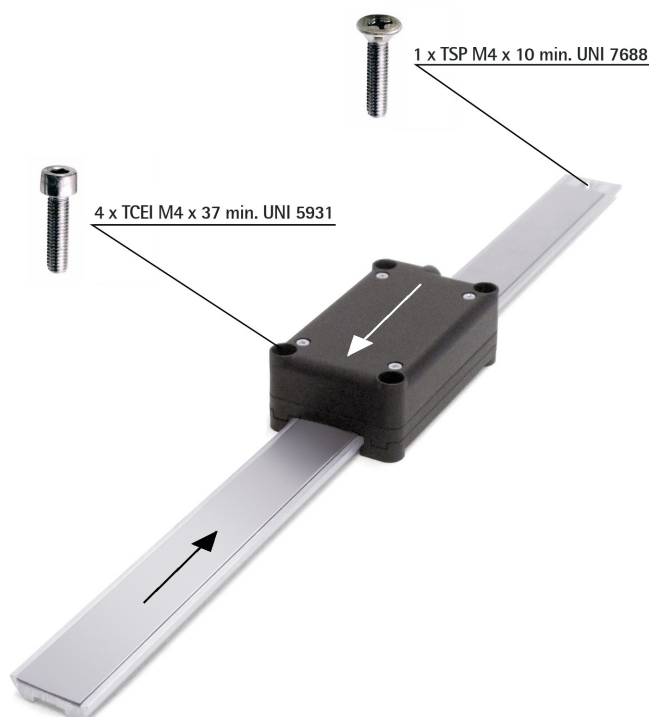

Figura 2
3.3 Sensore (Figura 2)
3.4 Guida porta banda magnetica (Figura 2)
3.6 Direzione di conteggio standard (Figura 2)
La direzione di conteggio positiva (conteggio crescente) si ha quando il sensore muove sulla banda nella direzione indicata dalla freccia bianca in Figura 2; oppure quando la banda muove nella direzione indicata dalla freccia nera in Figura 2. Per ogni informazione, riferirsi al bit 2 **Direzione di conteggio** dell'oggetto **6000-00 Parametri operativi**, pagina 52.